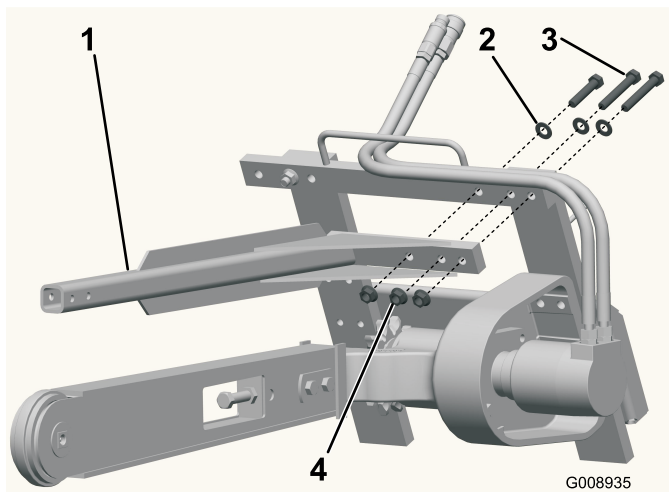

Figura 4
1. Rimuovete i tre bulloni, le rondelle e i dadi flangiati dall'angolo in alto a sinistra del telaio dello scavafossi (Figura 4).
2. Usando i dispositivi di fermo precedentemente rimossi, installate la barra di sicurezza dello scavafosso come illustrato in Figura 4.